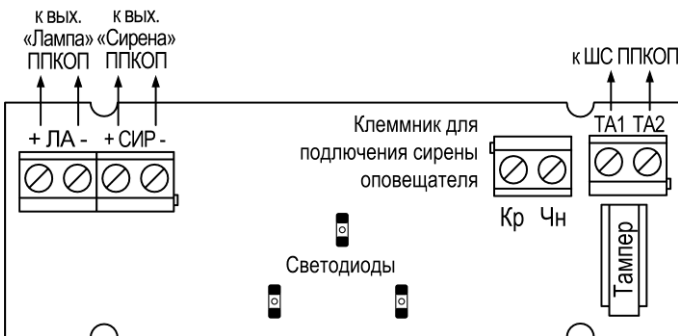
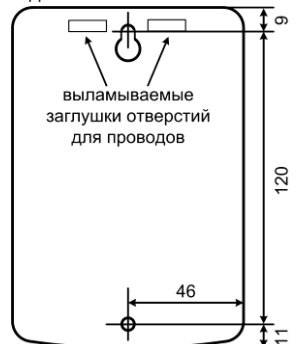

Рис.1 Схема подключения оповещателя к ППКОП
Рис.2 Присоединительные размеры
2. Предварительно продев провода в отверстия (см. рис.2), подключите их к клеммным колодкам в соответствии со схемой подключений (см. рис.1). Питание звукового и светового каналов необходимо подключать с соблюдением полярности.